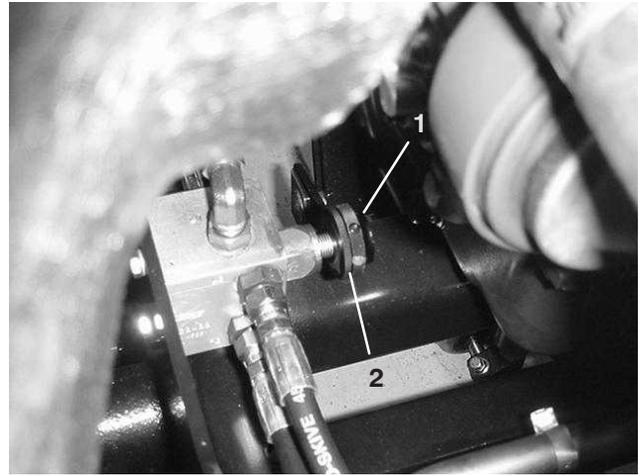

Bild 9
1. Ermitteln Sie das Ventil für die hinteren Mähwerke, das sich vor der Hinterachse befindet (Bild 9).
2. Lösen Sie den Arretiering, mit dem das Handrad befestigt ist (Bild 9).